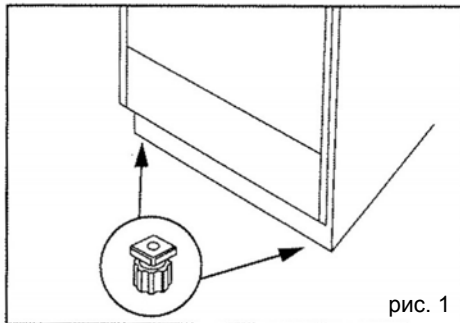

рис. 1
– Открутить винт, удерживающий заднюю стенку духовки и снять заднюю стенку. (рис. 1)
• РЕГУЛИРУЕМЫЕ НОЖКИ (в зависимости от модели) рис.1
Поверните ручку горелки в позицию «максимальное пламя» и зажгите горелку, с усилием нажимая на ручку. (рис. 1)